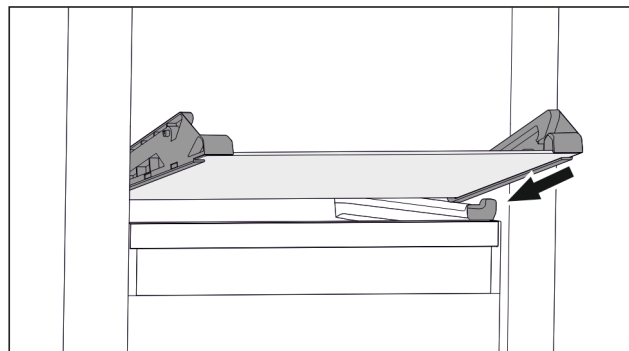

Fig. 108 Glassplate på nedvipbar skuff
- ▶ Sett glassplaten på skrå bak stopperne. (se Fig. 108)